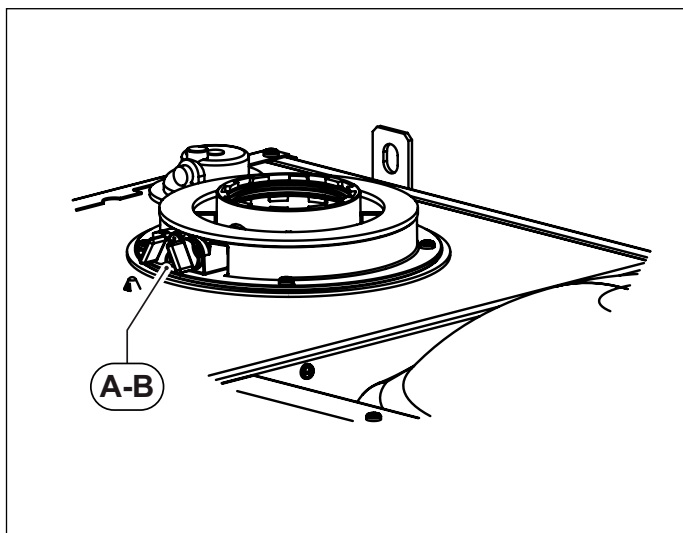
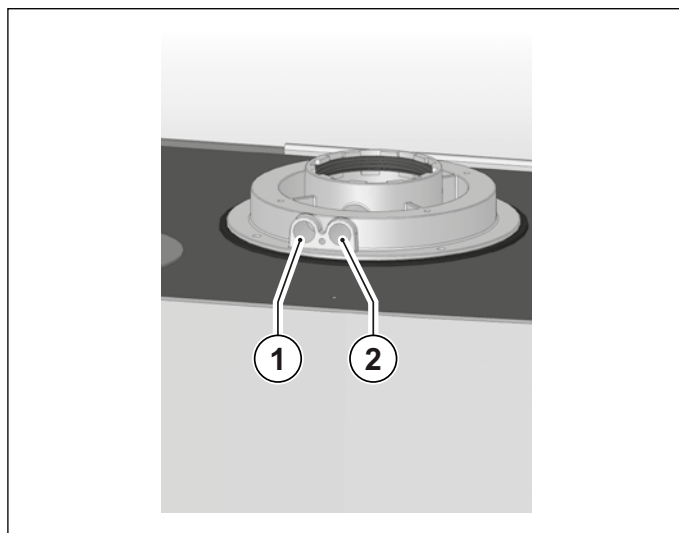

Fig. 19 Position bouchons
Fig. 20 Position trous
La chaudière est munie d'une tourelle pour le raccordement des conduits d'aspiration air/évacuation des fumées (voir Fig. 19 Position bouchons e Fig. 20 Position trous).
Dans la tourelle ont été réalisés des trous pour l'accès direct de l'air comburant et pour l'évacuation des fumées (voir Fig. 20 Position trous).
Avant d'effectuer les mesures enlever les bouchons **A** et **B** des trous qui se trouvent sur la tourelle (voir Fig. 19 Position bouchons).
- mesure de l'air comburant prélevé dans le trou relatif **1** (voir Fig. 20 Position trous).
- mesure de la températures des fumées et du CO2 prélevé dans le trou relatif **2**(voir Fig. 20 Position trous).